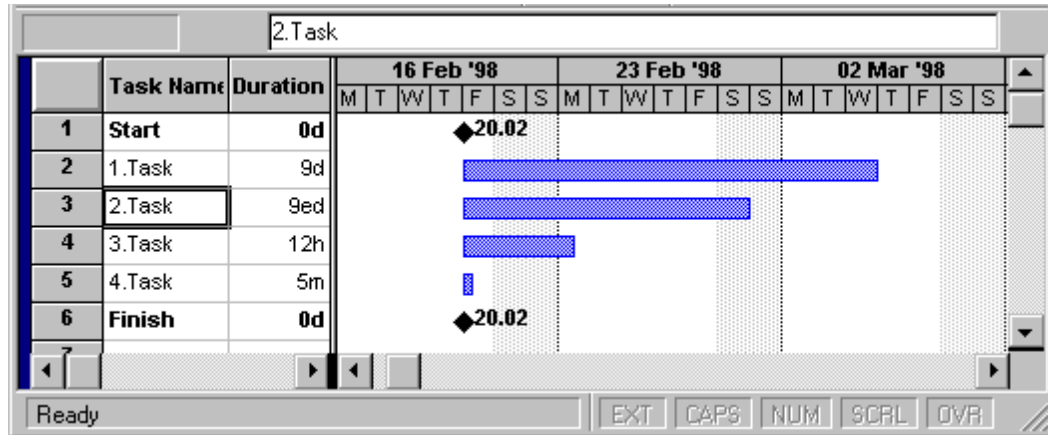

Рис.2.2.
- После выполнения П.4 список задач и область диаграмм должны выглядеть так как представлено на Рис.2.2.